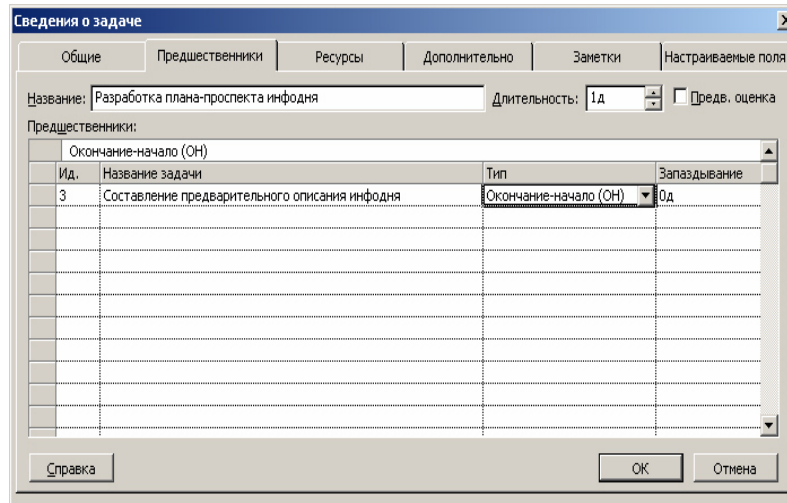

Рис. 2.4. Определение зависимости с помощью вкладки «Сведения о суммарной задаче»
- > На листе «Предшественники» выберите задачу-предшественника, установите тип связи и при необходимости запаздывание (рис. 2.4).